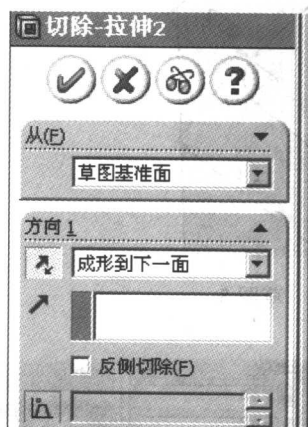

图 1-14 “切除-拉伸 2”属性管理器
(2) 切除-拉伸 2。在特征工具栏中单击“切除-拉伸”图标按钮 ，弹出“切除-拉伸 2”属性管理器，在绘图区选择草图 4 作为“切除-拉伸”草图，在属性管理器中输入各项参数，如图 1-14 所示，单击“确定”图标按钮 。